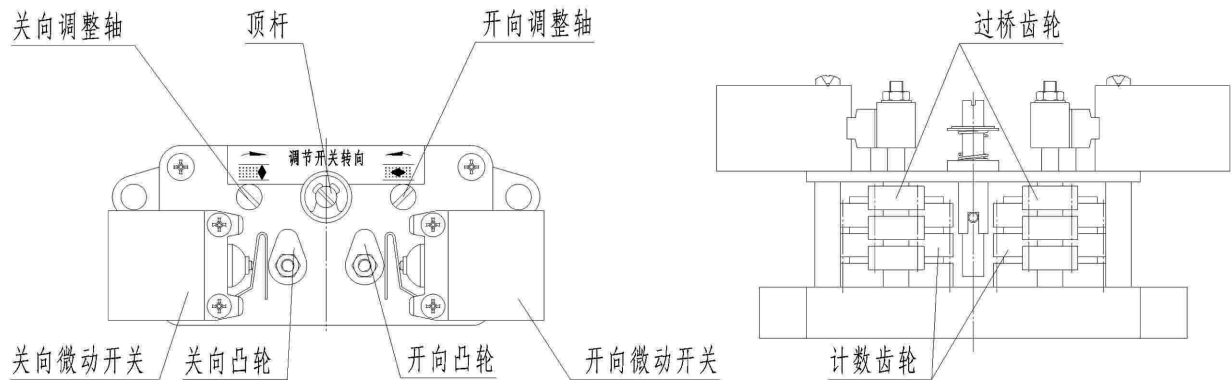

图 7 行程控制机构
采用十进制计数器原理，又称为计数器，控制精度高，结构见图 7。其工作原理为：由减速箱内的一对大小伞齿轮带动中传动小齿轮，再带动行程控制机构工作。如果行程控制器按阀门开、关的位置已调整好，当控制器随输出轴转动到预先调整好的位置（圈数）时，则凸轮将转动 90° ，迫使微动开关动作，切断电动机电源，电动机停转，从而实现对电动装置行程（转圈数）的控制。
7.2 行程控制机构的调整（参见图 7）